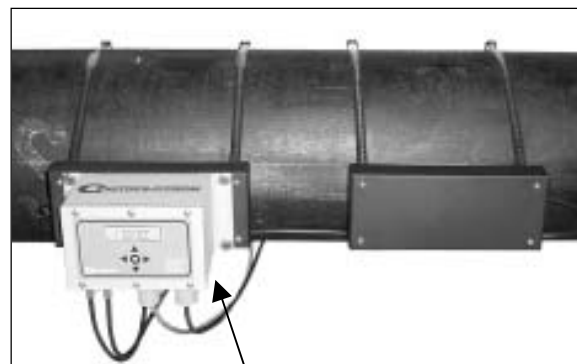

Abbildung 2
- Das integrierte Durchflussmessgerät mit der Montageschienenabdeckung an der Montageschiene anbringen und mit vier Schrauben befestigen (Abbildung 2).